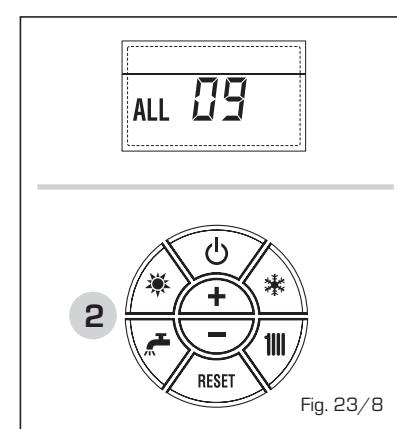

Fig. 23/8
- ANOMALIA SONDA AUXILIAR "ALL 10" [fig. 23/9]